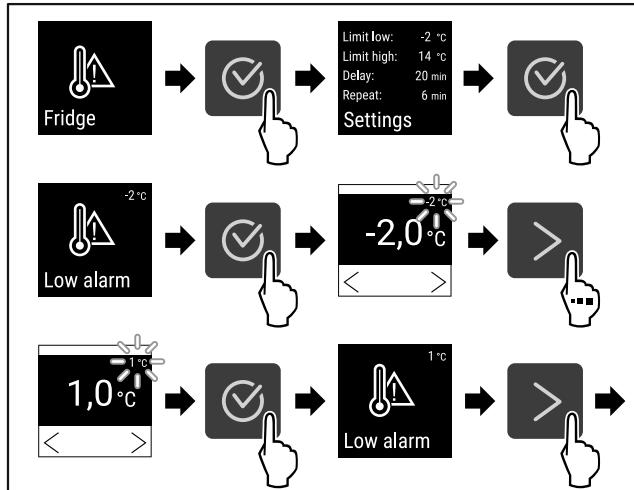

Fig. 126
- Følg anvisningene (se Fig. 126) .